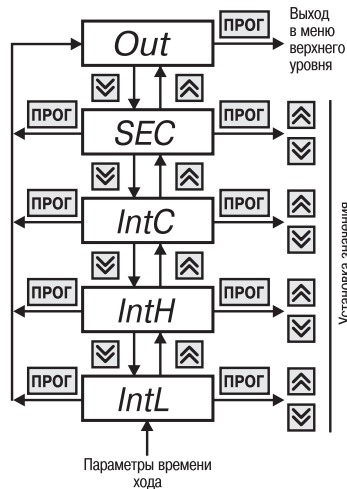

Рис. 18
6.2.2.7. Группа «Lnt» предназначена для задания времени перемещения задвижки или затвора из одного концевое положение в другое (рис. 18). Код доступа для этой группы «_55».